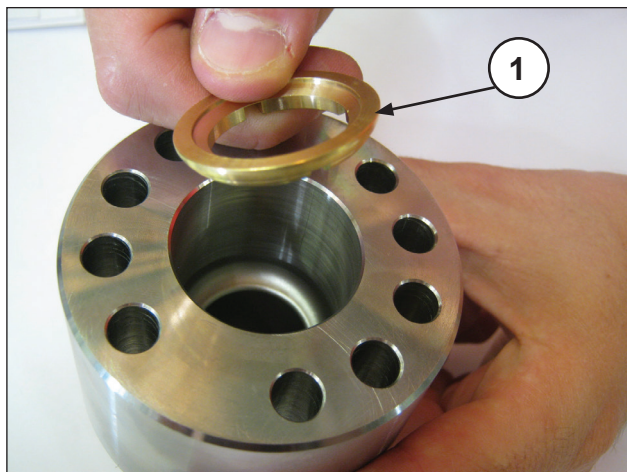
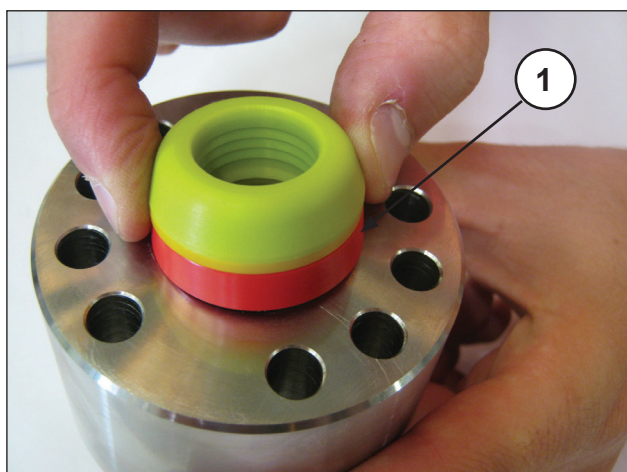
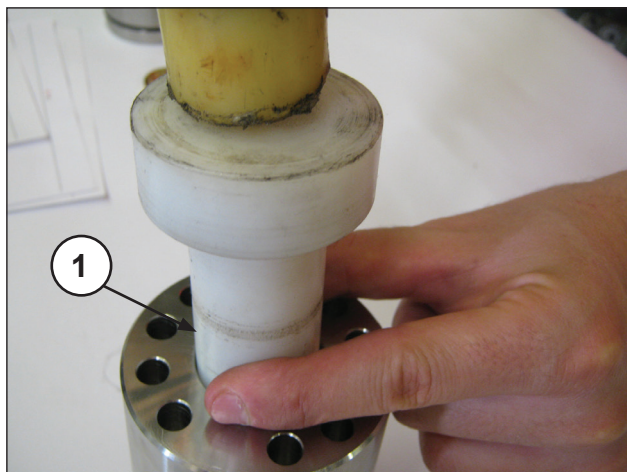

图 132
图 133
图 134
- 将泵头的环插入HP（高压）密封圈支撑中（①图 132），接着插入（高压）密封圈组；由于密封圈和缸套之间的轻微干扰，为防止损坏，建议使用塑料缓冲垫（①图 133和图 134）。
H.P.密封圈必须如图 133和图 135所示插入支架内。